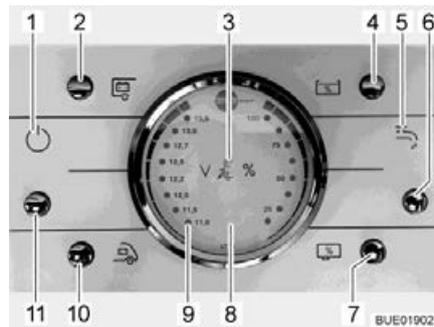

Bild 184 Panel LT 96
Der Taster (Bild 184,11) schaltet das Panel und die 12-V-Versorgung des Wohnraums ein und aus.
- Einschalten:** ■ Taster (Bild 184,11) drücken: Die 12-V-Versorgung des Wohnraums ist eingeschaltet. Die Kontroll-Leuchte (Bild 184,1) leuchtet.
- Ausschalten:** ■ Taster (Bild 184,11) drücken: Die 12-V-Versorgung des Wohnraums ist ausgeschaltet. Die Kontroll-Leuchte (Bild 184,1) erlischt.
Beim Anzeigeeinstrument V/Tank (Bild 184,8) die linke Skala beachten. Das Anzeigeeinstrument wird automatisch beleuchtet, sobald ein Taster gedrückt wird.
- Taster (Bild 184,10) drücken: Die Batteriespannung der Starterbatterie wird angezeigt.
- Taster (Bild 184,2) drücken: Die Batteriespannung der Wohnraumbatterie wird angezeigt.
Beim Anzeigeelement V/Tank (Bild 184,8) die rechte Skala beachten. Das Anzeigeelement wird automatisch beleuchtet, sobald ein Taster gedrückt wird.
- Taster (Bild 184,4) drücken: Die Wassermenge wird angezeigt.
- Taster (Bild 184,7) drücken: Die Abwassermenge wird angezeigt.
- Taster (Bild 184,6) drücken: Die Wasserversorgung ist eingeschaltet. Die Kontroll-Leuchte Wasserpumpe (Bild 184,5) leuchtet.
- Taster (Bild 184,6) drücken: Die Wasserversorgung ist ausgeschaltet. Die Kontroll-Leuchte Wasserpumpe (Bild 184,5) erlischt.
Die rote Warnleuchte "ALARM" (Bild 184,9) blinkt, sobald die Spannung der Wohnraumbatterie 11 V (Messung im laufenden Betrieb) unterschreitet und damit Tiefentladung droht.
Die 12-V-Kontroll-Leuchte (Bild 184,1) leuchtet, wenn der 12-V-Haupttaster (Bild 184,11) eingeschaltet ist.
Die 230-V-Kontroll-Leuchte (Bild 184,3) leuchtet, wenn am Eingang des Elektroblocks Netzspannung vorhanden ist.